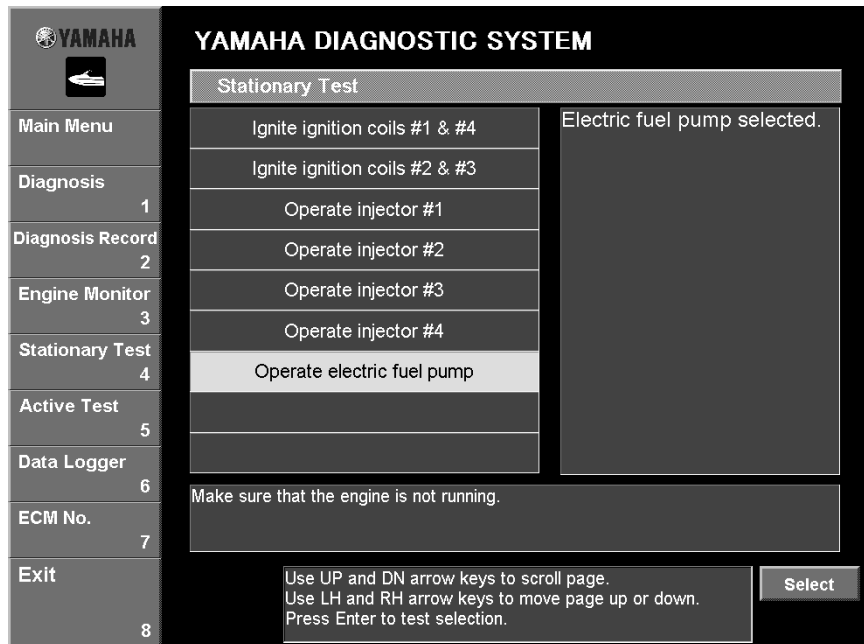

Fig. 52
1. Select the test to be performed, and then click the **Select** button or press the Enter key on your keyboard. (Fig. 52)
1. Sélectionner le cylindre à tester, puis cliquer sur le bouton **Select** ou appuyer sur la touche Entrée du clavier (Fig. 52).
1. Wählen Sie den Test aus, der durchgeführt werden soll und klicken Sie dann auf **Select** oder drücken Sie die "Enter"-Taste auf Ihrer Tastatur. (Abb. 52)
1. Seleccione la prueba que va a realizar y haga clic en el botón **Select** o pulse la tecla Intro del teclado. (Fig. 52)